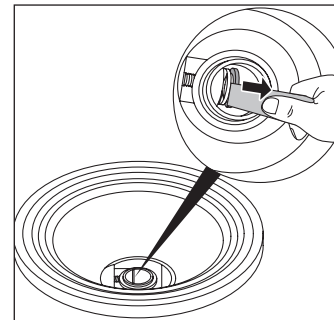

Abbildung 5
- > Öffnen Sie den Feinfilter (5).
- > Blue Moon 1800 x 1800 mm und Sundeck: Öffnen Sie mit dem beiliegenden Werkzeug das Bypassventil am Boden des Feinfilters, damit der Hygiene- und Temperatur-Kreislauf leerlaufen kann. (Abbildung 5)
- > Reinigen Sie den Grobfiltereinsatz (3).